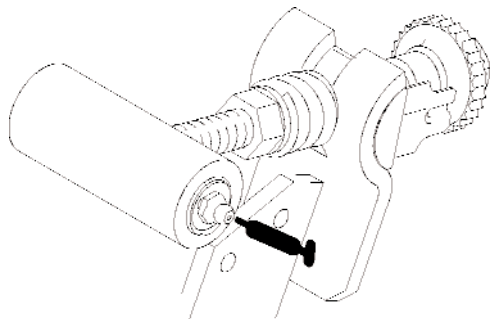
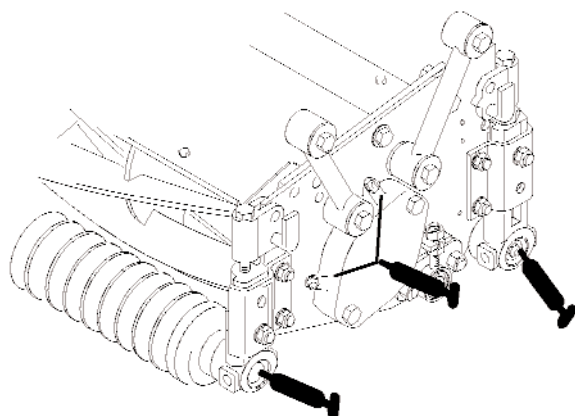

Bild 13
Bild 14
Die Schmiernippel und deren Anzahl sind: Untermessereinstellung (2)—alle 50 Stunden (Bild 13); Spindellager (2) sowie Walzen vorne und hinten (je 2) (Bild 14).